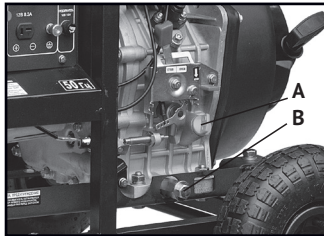

Рис. 13
- Открутите крышку сливного отверстия картера (рис.13, **B**), расположенную на двигателе под крышкой масляного щупа (рис.13, **A**).